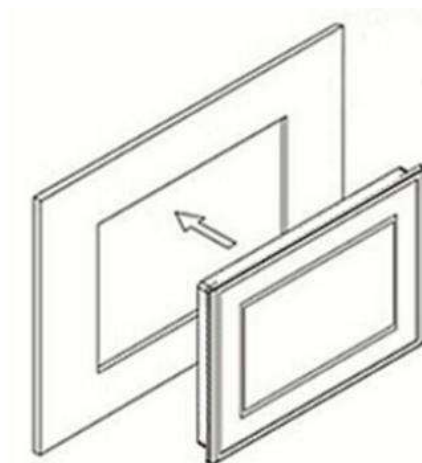

Рисунок 4.7 – Установка панели оператора в монтажный вырез
1. Установить панель оператора в монтажный вырез двери (для RU-DRIVE DVR внутреннего исполнения), или панели (для RU-DRIVE DVR наружного исполнения) (см. рисунок 4.7).